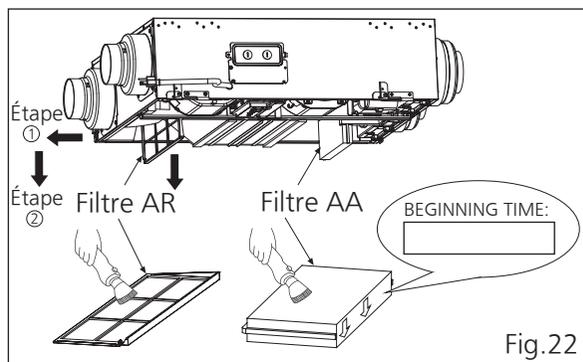

Fig.22
2. Enlevez les filtres AA et AR pour les nettoyer avec un aspirateur. (Fig.22)